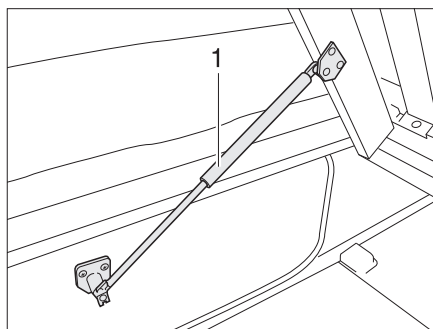

Fig. 56 Letto fisso
- Sollevare il telaio portamaterasso. Le molle a gas (Fig. 56,1) mantengono il telaio portamaterasso in posizione di apertura.